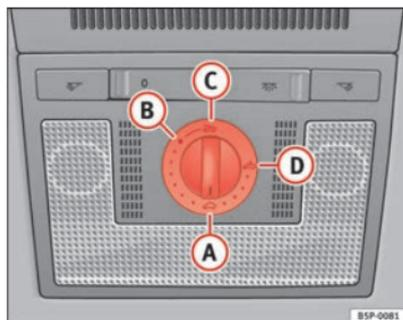

Fig. 68 Pormenor do revestimento interior do tejadilho: comando giratório do tecto de abrir / deflector
- Rodar o comando para a posição **A** ⇒ fig. 68 ⇒